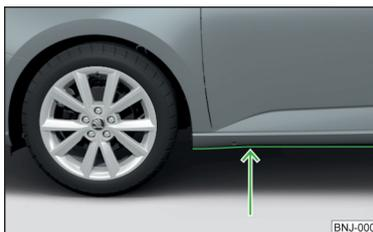

Fig. 124
- Determine la profundidad del agua antes de un vadeo. El nivel del agua debe llegar como máximo al borde inferior del larguero inferior » fig. 124.